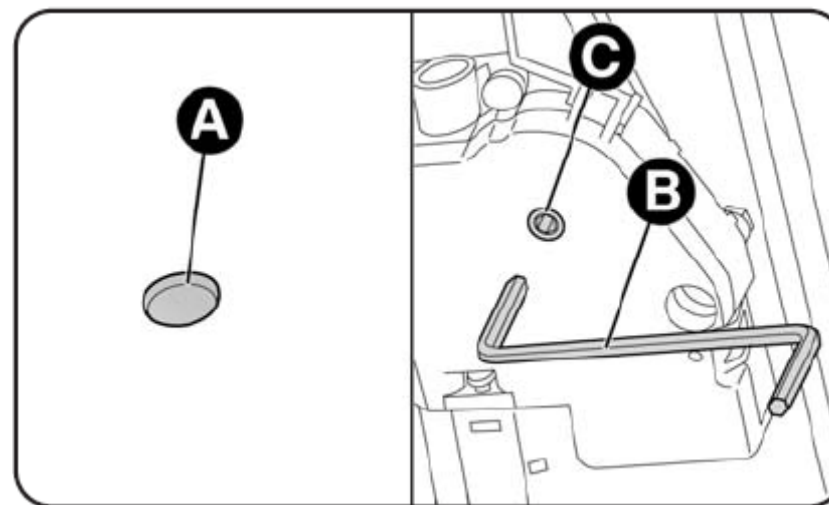

Рис. 55
- снять защитную заглушку **А**- рис.55, расположенную в центральной части внутренней облицовке;